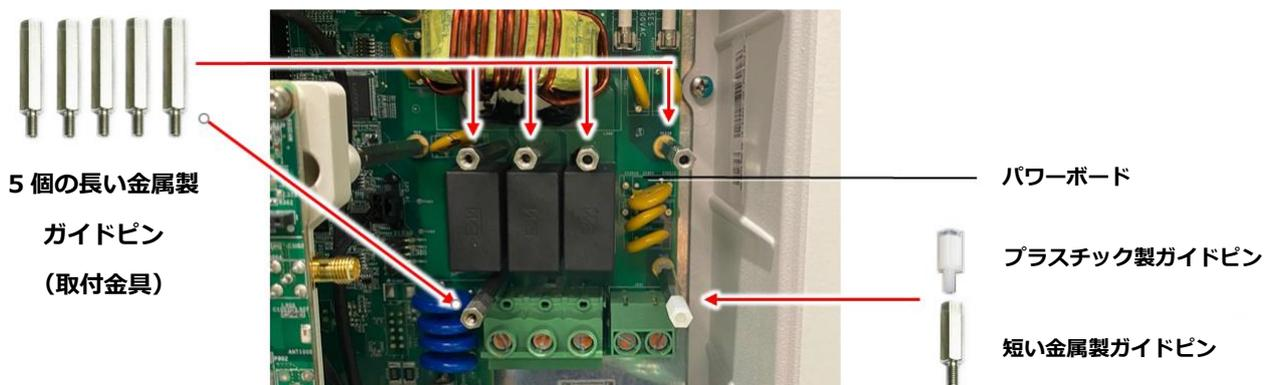

図3: パワーボード上のガイドピンの位置
3. 5個の長い金属製ガイドピンをパワーボード上のねじ穴に固定してください (図3参照)。